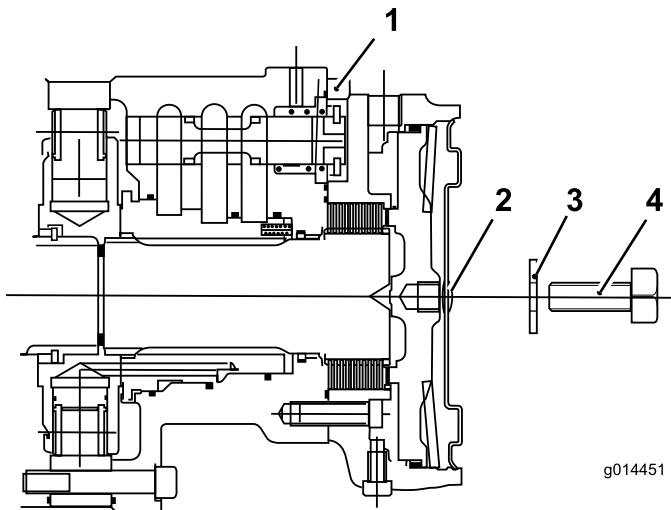

Figura 47
- C. Montate il tappo esagonale sulla piastra di chiusura del motorino (Figura 47).